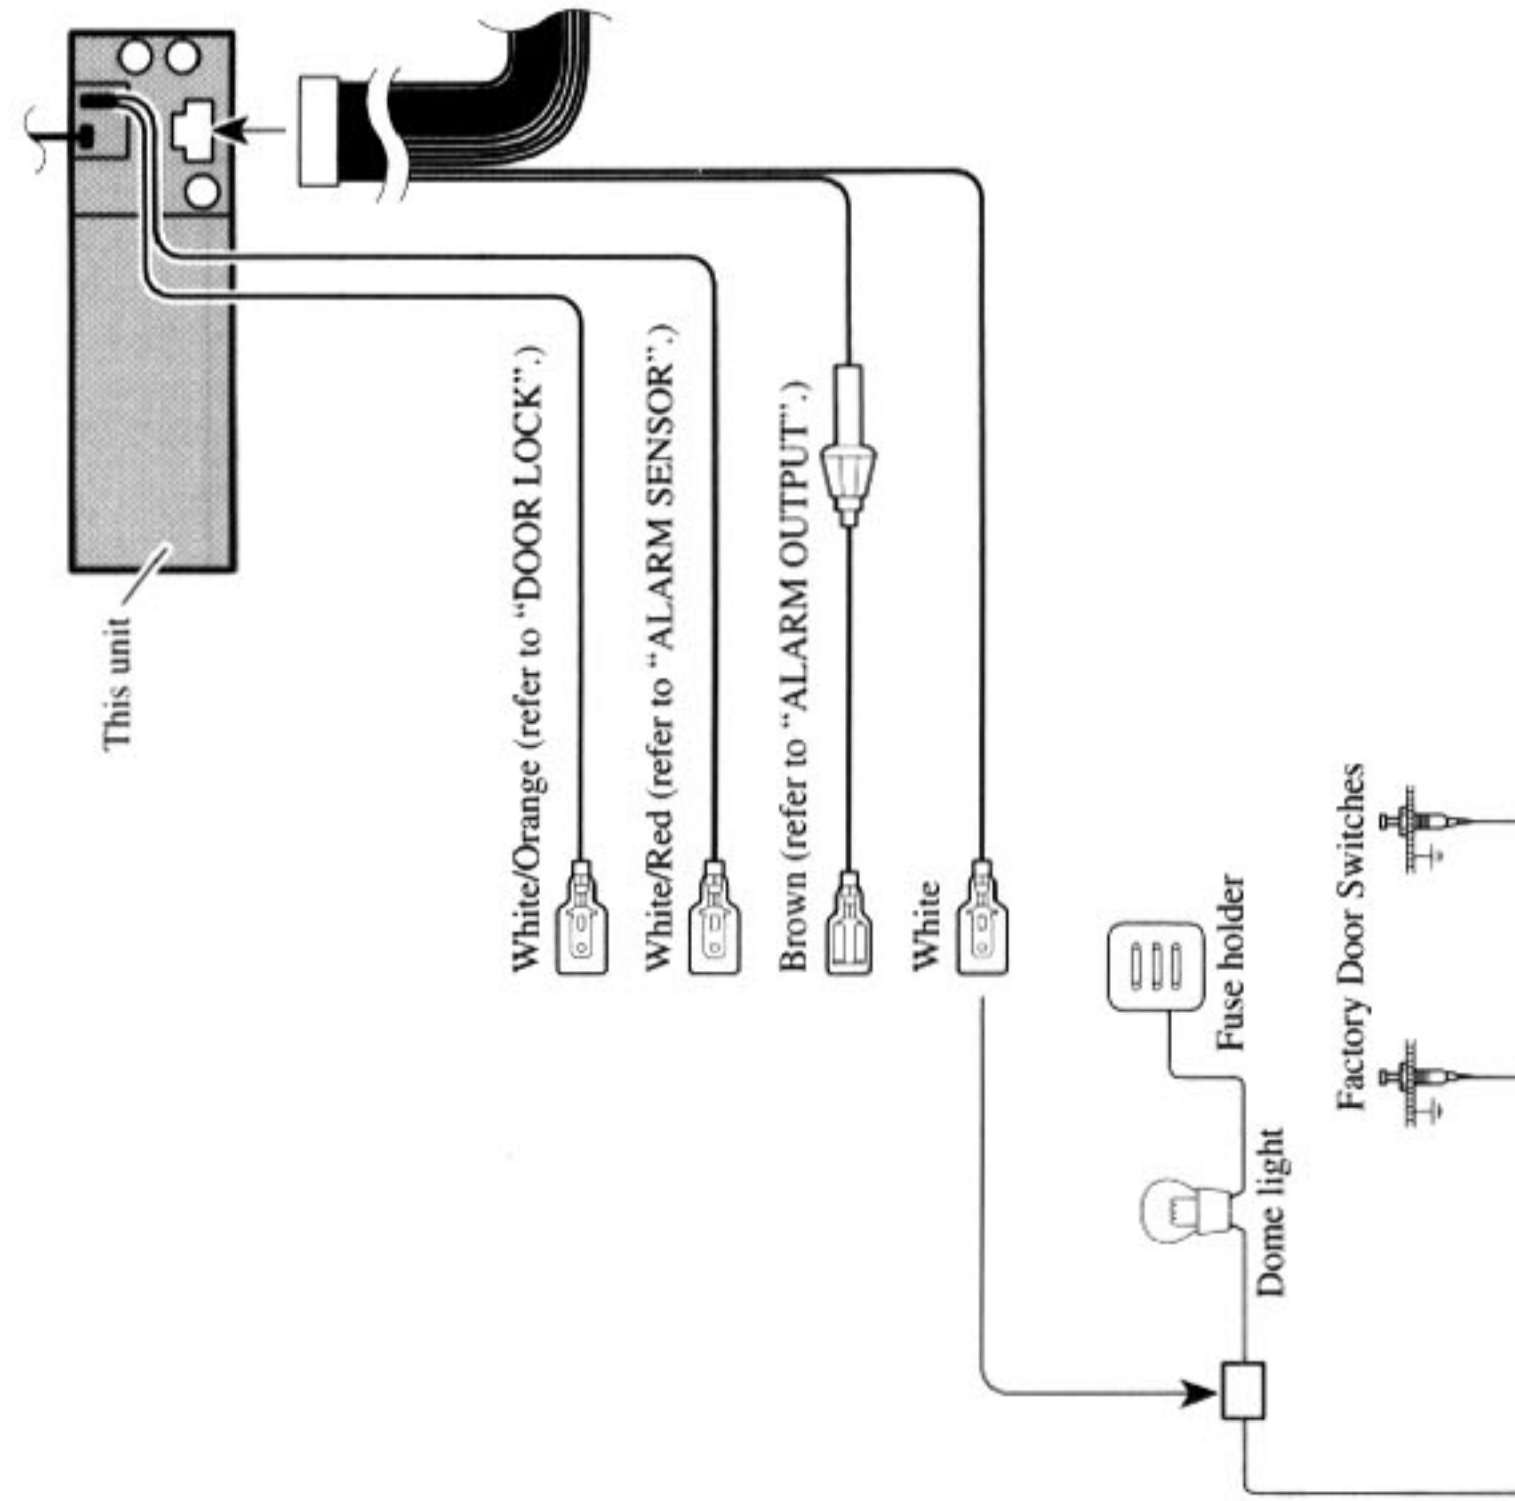

Fig. 29
- White (DOOR SWITCH)** ..... (Fig. 29 & 30)